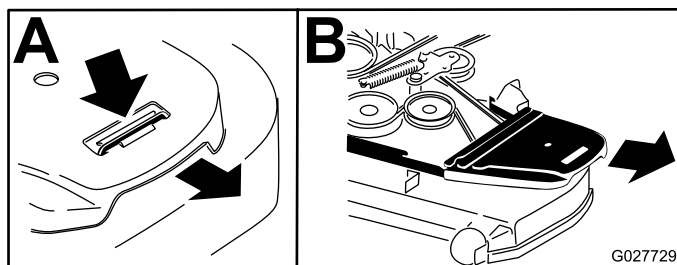

Figura 73
5. Togliete il paracinghia in plastica (Figura 73).
6. Togliete i copricinghia (Figura 73).